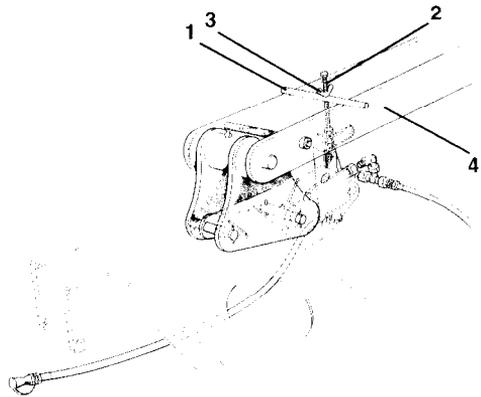

Fig. 69
- Zum Einstellen der Aushubhöhe ist der Anschlag (Fig. 69/1) auf der Gewindestange (Fig. 69/2) in der erforderlichen Höhe einzustellen und mit der Flügelmutter (Fig. 69/3) zu kontern. Der Anschlag muß immer quer zur Fahrtrichtung festgesetzt werden.
Wird der Hubrahmen nun ausgehoben, drückt der Oberlenker (Fig. 69/4) den Anschlag (Fig. 69/1) nach oben, und das Hubbegrenzungsventil wird geschlossen und unterbricht die Zufuhr des Ölstroms zu den Hubzylindern des Hubrahmens.